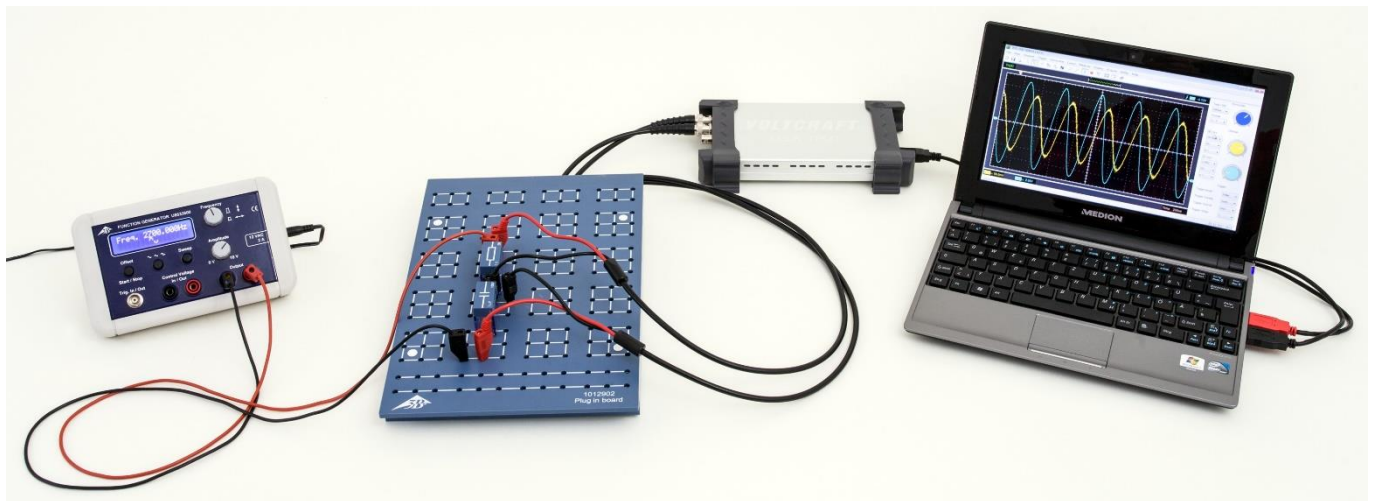

Fig. 1: Messanordnung.
- Die Messanordnung (Fig. 1) gemäß der Schaltskizze (Fig. 2) mit dem Widerstand $R=1\ \Omega$ und einem der Kondensatoren $C=1\ \mu\text{F}$ aufbauen.